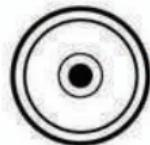

Рис. 5
- 8) При помощи подъемных винтов "5" добейтесь точного расположения пузырька в центре круглого уровня (Рис.5)